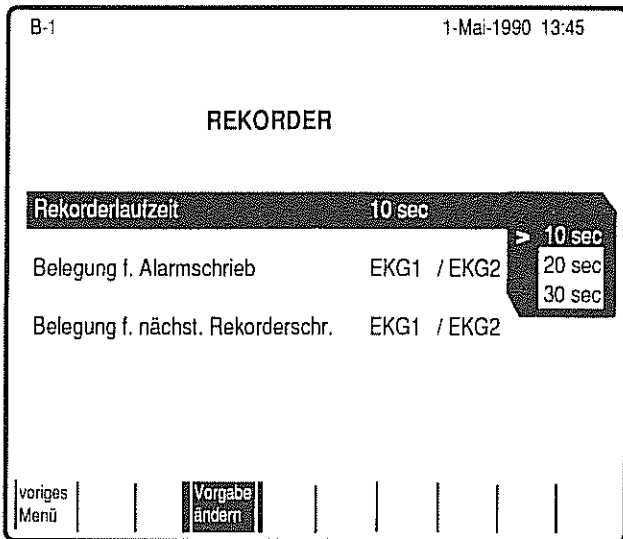

Bild 30
- * Möchten Sie die Recorderlaufzeit verändern, so drücken Sie Taste **E**. Es erscheint Bild 30 mit den drei Möglichkeiten.